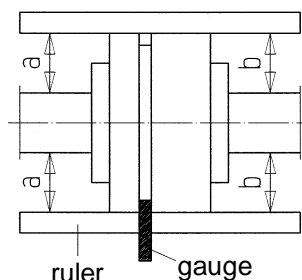

Рис. 4: Центровка с помощью линейки (ruler) и щупа (gauge).
- **ЦЕНТРОВКА СЧИТАЕТСЯ ПРАВИЛЬНОЙ** при сохранении одинакового расстояния от линейки, положенной по оси сверх обеих полумуфт, до каждого из валов при повороте тех на любой угол; также, при независимом повороте полумуфт на различные углы, зазор между их концами, измеряемый щупом или цифровым указателем, должен оставаться неизменным см. Рис. 4 и 5.